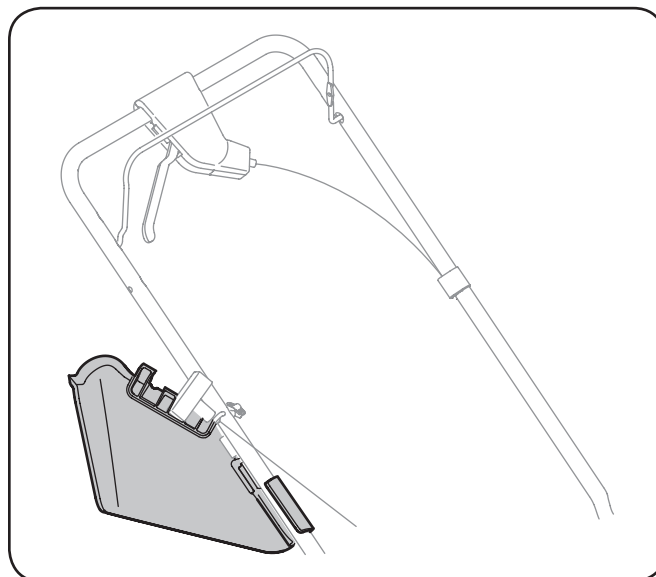

Figure 7-6
- Asegure tolva de descarga lateral para manejar como se muestra en Figure 7-6.